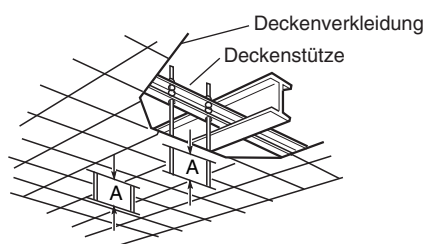

Abb. 3-7
- b) Die bereits vorhandenen Deckenstützen verwenden bzw. eine geeignete Stütze anfertigen (Abb. 3-7).